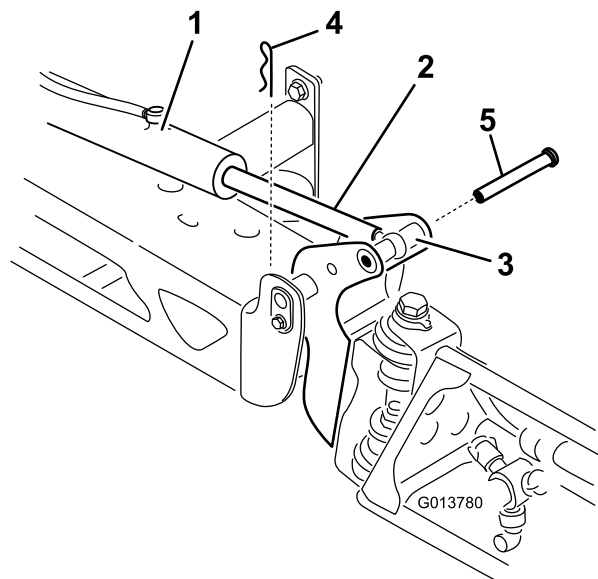

図 93
2. ピボットピンからコッターピンを抜き取る 図 93。
3. ブームを持ち上げてピンを外し、ブームをゆっくりと床面に降ろす 図 93。
8. ブームを支えながら、ブームのピボットとアクチュエータロッドにピンを通す 図 93。